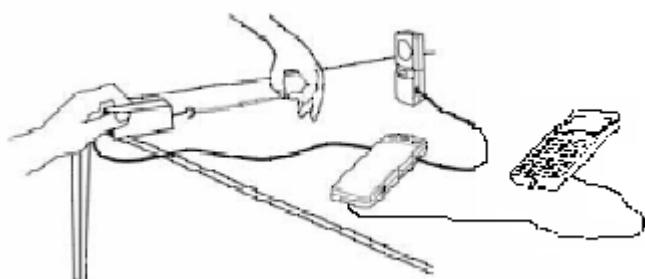

Fig. 1
3. Selecciona la opción 9, **Configurar sensores** para calibrar los sensores de fuerza y de movimiento; elige la opción **CERO**. Acto seguido, uno de los integrantes del equipo deberá tomar en sus manos el elástico colocado en el sensor de fuerza y tensarlo de forma mínima. Tanto la posición de la mano (Fig. 1) como la fuerza impresa al elástico, serán los ceros (relativos) para ambos sensores.
4. Iniciar el experimento en este momento arrojaría valores negativos de la posición (de la mano que sujeta el resorte) ya que, cuando le aplicamos fuerza al elástico, la mano se acerca al sensor (Fig. 1); de acuerdo a la configuración por defecto de los sensores de movimiento (**si nos alejamos del sensor, partiendo de la posición cero, el signo de la distancia es positivo, si nos acercamos, partiendo de la posición cero, la distancia es negativa. Esta es la configuración por default del CBR2**). Realizaremos los siguientes ajustes para invertir el signo de los datos colectados por el sensor de movimiento de manera que, a medida que la fuerza aplicada vaya aumentando, también los valores de la posición de la mano vayan aumentando (lo que nos dará el valor de la elongación): **Menú, Datos, Configurar sensores, Inverso**.